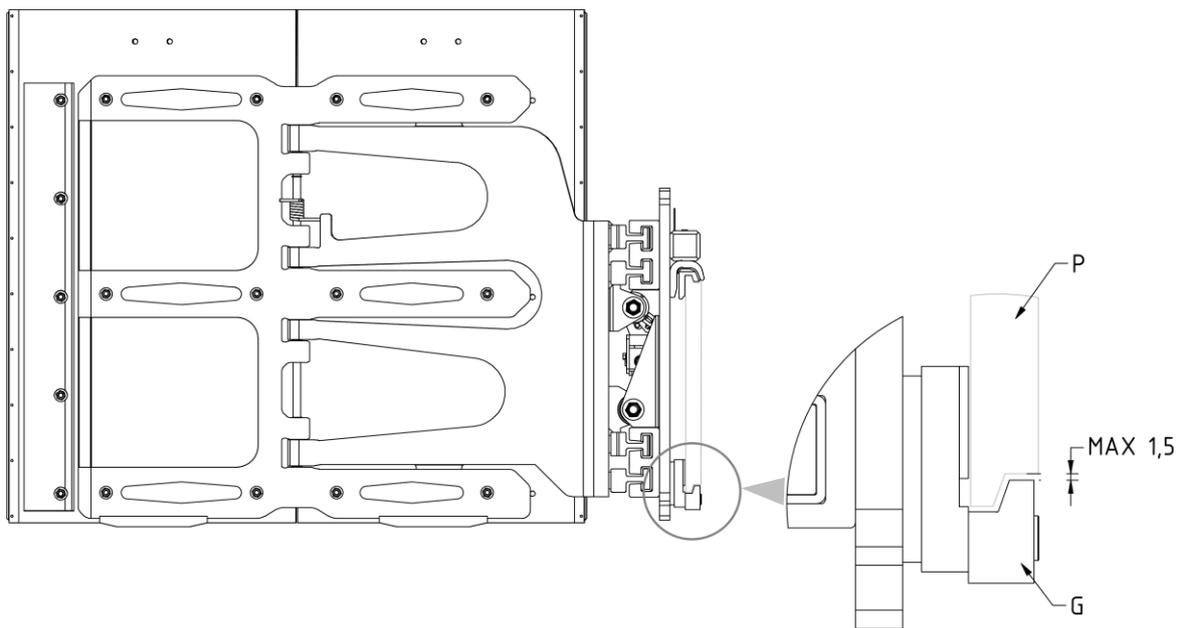

Abbildung 8
9. Schrauben Sie die 2 unteren Haken **G** so an, dass ihr Körper auch unterhalb der Trägerplatte der Gabel **P** eingehängt bleibt (mit einem Spiel von max. 1,5 mm, siehe Detail *Abbildung 8*) und ziehen Sie sie mit dem in der *Tabelle 4* genannten Anzugsmoment an.